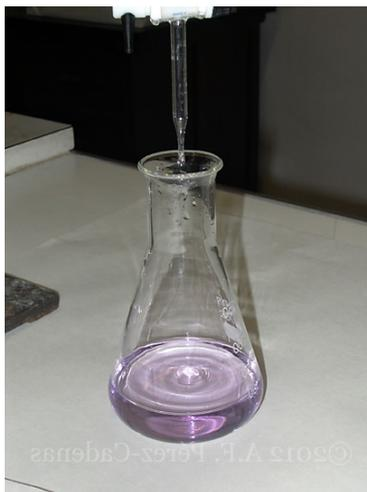

Figura 1. Solución de fenolftaleína con el primer tinte magenta permanente
6. Valorar hasta el viraje del indicador (incolore  $\rightarrow$  primer tinte magenta que dura más de 30 s, ver figura 1). Anotar el gasto de bureta (realizar la corrección del mismo con el tramo correspondiente).